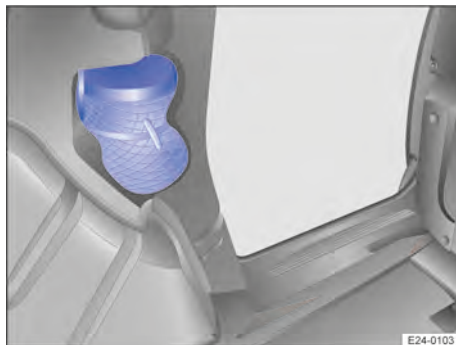

Abb. 164 Im Seitenteil: Rückhaltenetz verstaut.
2. Knebelverschluss öffnen und Rückhaltenetz entfalten → Abb. 164.
4. Rückhaltenetz mit den Knebelverschlüssen am Seitenteil sichern → Abb. 164.